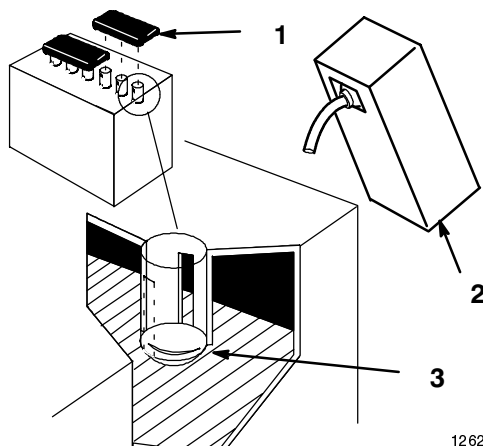

Figure 5
2. Enlevez les bouchons de remplissage de la batterie. Versez lentement de l'électrolyte dans chaque élément pour amener le niveau à la partie inférieure du tube (Fig. 5).
5. Versez lentement de l'électrolyte dans chaque élément pour amener le niveau à la partie inférieure du tube (Fig. 5), puis remettez les couvercles en place.